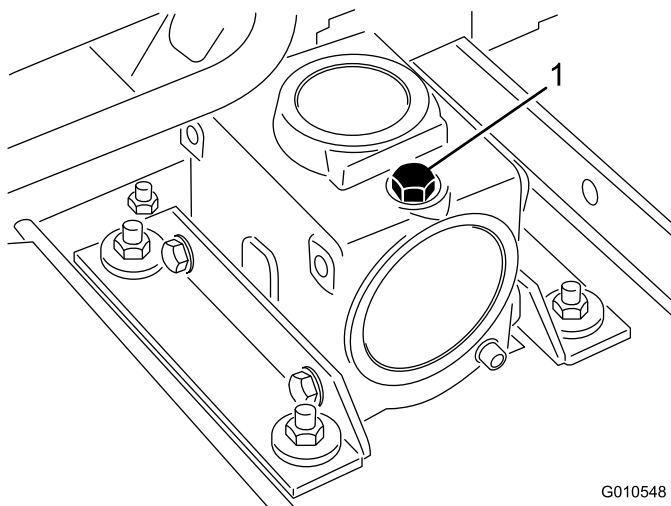

図 16
2. マシンとカッティングユニットを平らな場所に駐車させ、カッティングユニットを降下させる。ギアボックスの上部についているディップスティック兼給油プラグ(図 16)を取り、オイルの量が、ディップスティックについている2本のマークの間にあることを確認する。油量が少なければ、SAE 80-90 wt. ギア用潤滑油を 2 本のマークの中間まで補給する。代替品として、SAE 80-90 wt. 合成ギア潤滑油を使用することができます。